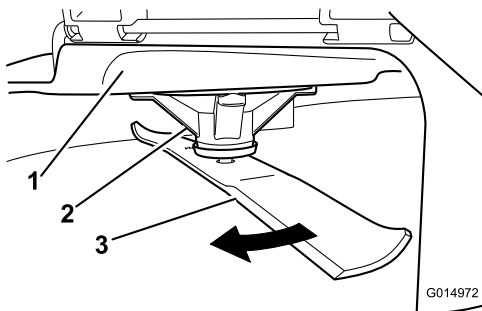

Figura 74
2. Indossando guanti dalla spessa imbottitura o altre protezioni idonee per le mani, ruotate lentamente la lama in una posizione che consenta di misurare la distanza tra il bordo di taglio e la superficie piana su cui si trova la macchina (Figura 74).